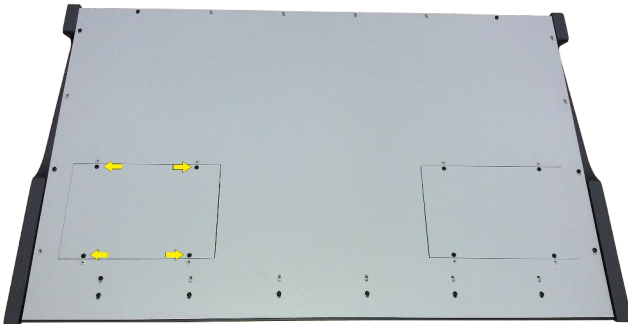

Figura 4: Tapas de acceso a los atenuadores
4. Remover los 4 tornillos indicados en la figura 4 y quitar la tapa (según corresponda). En el ejemplo se reemplaza el atenuador número 8, ubicado del lado derecho de la consola. Tenga en cuenta que al dar vuelta el equipo, los atenuadores 7 a 12 quedarán a la izquierda.